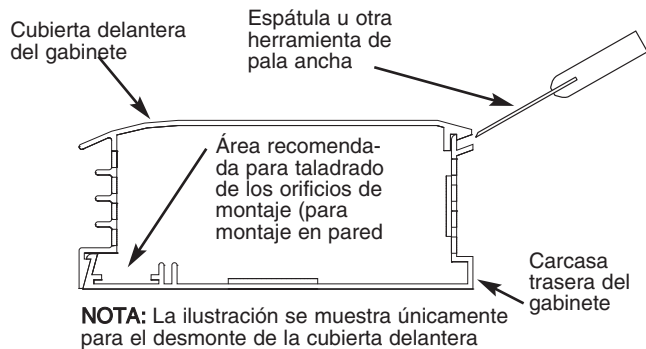

Fig. 2
16. Para evitar dañar el calefactor, no utilice un destornillador para separar la cubierta delantera de la carcasa trasera. Sólo utilice una espátula según se muestra, vea la Fig. 2
2. Saque la cubierta delantera colocando el calefactor sobre su parte trasera e insertando una espátula (u otra herramienta de pala ancha delgada, 1" [25mm] de ancho como mínimo) aproximadamente 6" (152mm) a partir del extremo del calefactor y haciendo palanca hacia arriba según se muestra en la Fig.2. Esto abrirá el cierre de sujeción a presión. Repita según se requiera a todo lo largo del calefactor hasta que la cubierta delantera se desenganche completamente de la parte trasera del calefactor.
4. Taladre los orificios de montaje de tamaño requerido en la carcasa del calefactor (vea la Fig. 2 para conocer la ubicación recomendada de los orificios de montaje).
5. Taladre orificios de montaje de tamaño requerido en todas las carcasas de los calefactores. (Vea la Fig. 2 para conocer la ubicación recomendada de los orificios de montaje).